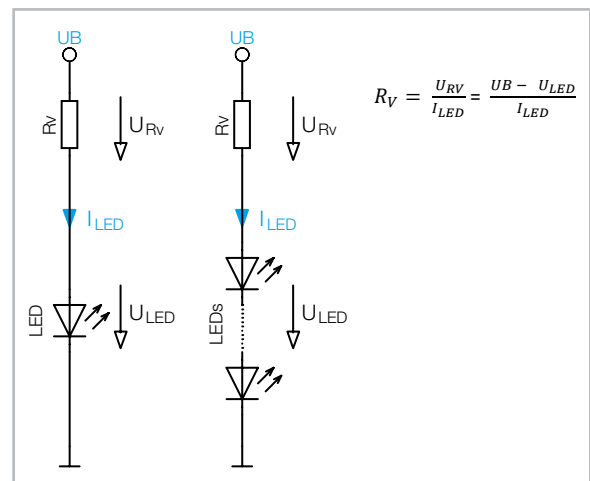

Bild 2: LED mit Vorwiderstand
Eine LED (light emitting diode) ist ein Halbleiterbauteil, das Licht ausstrahlt, wenn ein Strom durch den Halbleiterkristall fließt. Elektrisch gesehen verhält sich eine LED wie eine normale Diode – es kann nur Strom in einer Richtung durch die LED fließen. LEDs müssen mit einem bestimmten Betriebsstrom versorgt werden und können nicht direkt an eine Spannungsquelle angeschlossen werden. Das Testen einer LED an einer Spannungsquelle ist nur mit einem vorgeschalteten Widerstand möglich, der den Strom begrenzt. Bild 2 zeigt eine typische Konstellation zum Betrieb einer LED mit einem Vorwiderstand.
Aus diesem Grund sind LED-Tester in der Regel Stromquellen, die einen definierten Strom zum Test einer LED bereitstellen. Möchte man in eigenen Schaltungen eine LED einsetzen, muss der entsprechende Vorwiderstand berechnet werden. Die Berechnung des Vorwiderstandes  $R_V$  ist im Prinzip ganz einfach, wie die in Bild 2 dargestellte Formel zeigt. Voraussetzung ist, man kennt die Größe der Spannungsversorgung (UB), die Flussspannung der LED (ULED) und den gewünschten LED-Strom (ILED). Je nach Versorgungsspannung können mehrere LEDs in Reihe geschaltet werden. Weitere Informationen mit einem Rechenbeispiel sind im ELV Fachbeitrag PAD-PRO-EXSB Teil 5 detailliert erklärt.